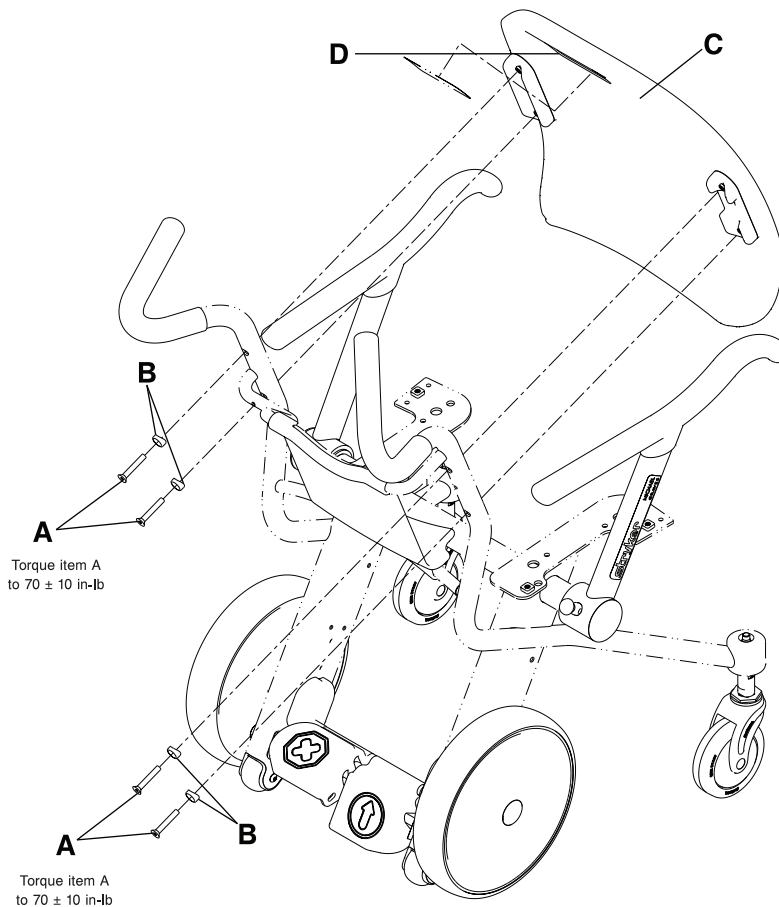

Abbildung 3-21: Austausch der Rückenlehne
2. Mit einem 3/16-Zoll-Sechskantschlüssel die vier Senkkopf-Innensechskantschrauben (A) und Adapter (B) entfernen, um die Rückenlehne (C) vom Stuhlrahmen zu lösen. Schrauben, Adapter und Rückenlehne entsorgen (Abbildung 3-21 auf Seite 3-39).
3. Mit einem 3/16-Zoll-Sechskantschlüssel die vier gelieferten Senkkopf-Innensechskantschrauben (A) und Adapter (B) installieren, um die gelieferte Rückenlehne (C) am Stuhlrahmen zu befestigen (Abbildung 3-21 auf Seite 3-39). Die Schrauben mit einem Drehmomentschlüssel mit 3/8-Zoll-Antrieb auf  $70 \pm 10$  in-lb ( $8 \pm 1,1$  Nm) festziehen.
4. Das gelieferte Stryker-Etikett (D) in der passenden Farbe anbringen.